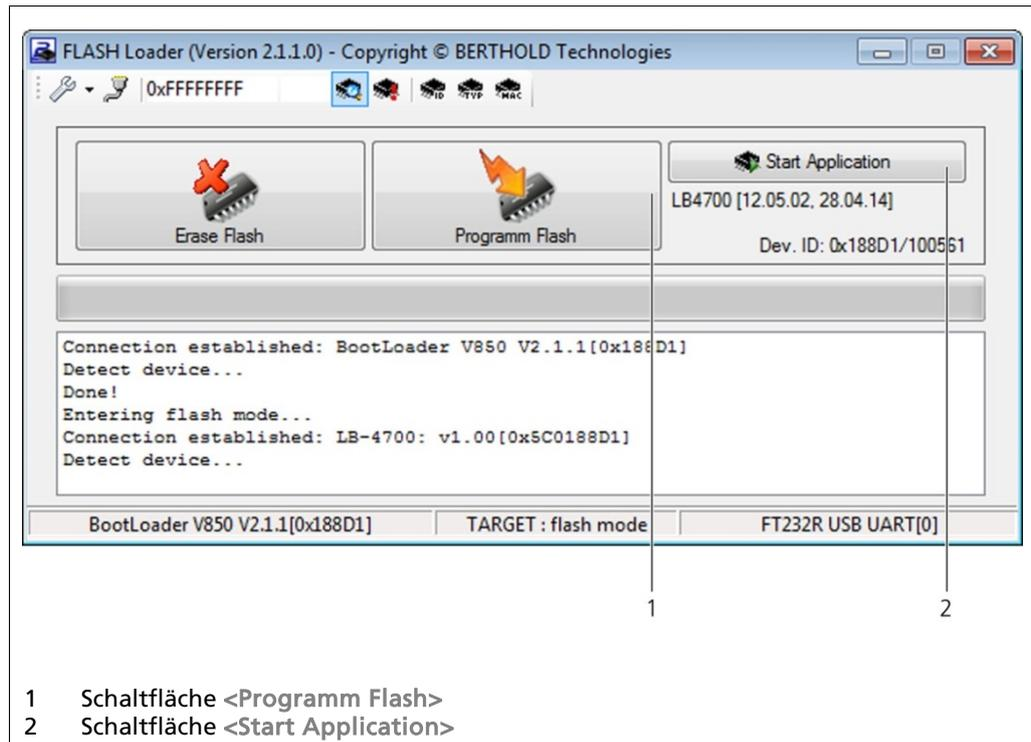

Abb. 15 Flash Loader Verbindungsaufbau
12. Klicken Sie auf die Schaltfläche <Programm Flash> (Abb. 15, Pos. 1).
14. Klicken Sie auf die Schaltfläche <Start Application> (Abb. 15, Pos. 2), nachdem die Programmierung beendet ist.